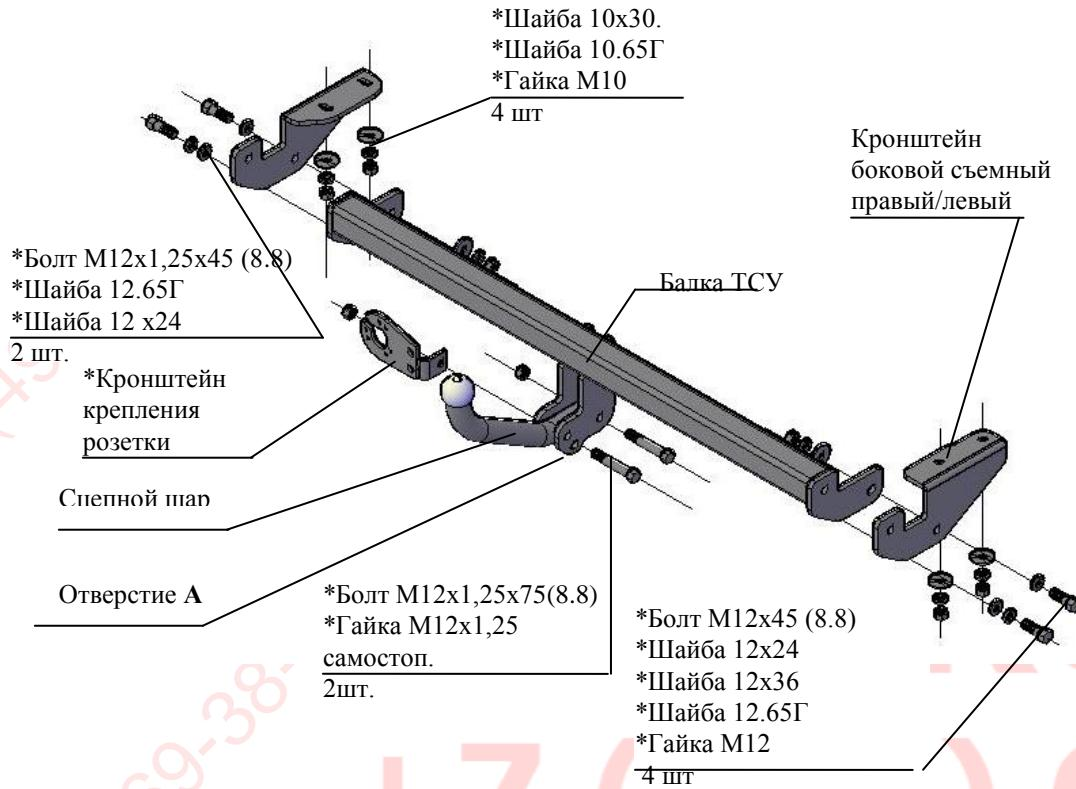

Рис.1 Тягово-сцепное устройство 9520
2.1 ТСУ 9520 в сборе (рис.1)	1 шт.
2.2 Пакет с комплектующими (см. рис.1) Защитный колпак	1 шт.
4.1 Закрепить боковые съемные кронштейны ТСУ (правый и левый соответственно рис.1) к нижним полкам лонжеронов а/м гайками M10 (используя болты штатные), под головки гаек подложить шайбы 10.65Г и шайбы 10x30. Крепеж не затягивать.